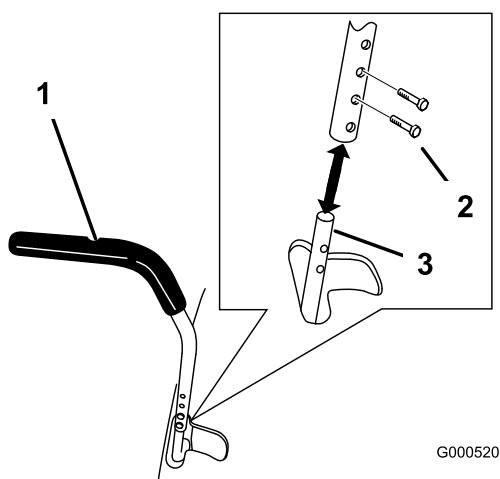

Figure 21
1. Retirez les 2 boulons qui fixent le levier de commande à l'arbre du bras de commande (Figure 21).
2. Placez le levier de commande dans les trous suivants. Fixez le levier avec les 2 boulons (Figure 21).